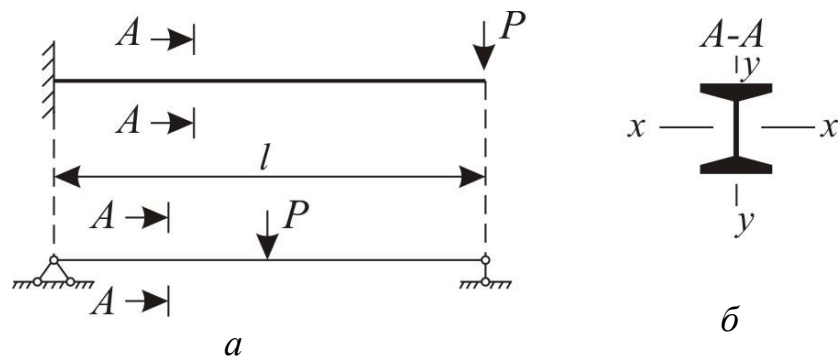

Рисунок 24
**Завдання 14.** Визначити критичне навантаження  $P_{кр}$  для двотаврової балки (рис. 24).